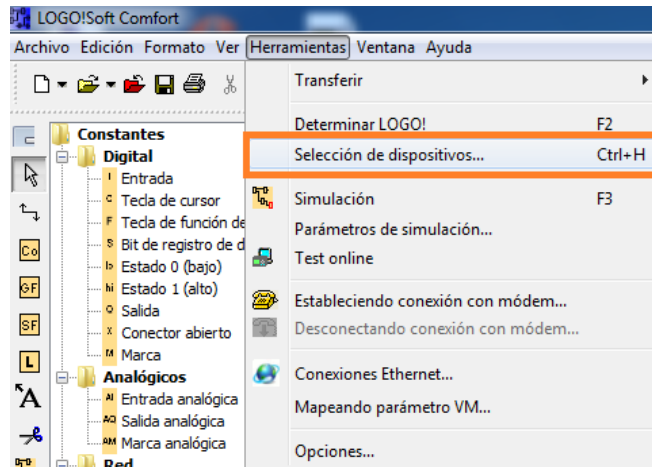

Figura 118: Selección de dispositivos.
3. Dirigirse a la opción “Herramientas” Figura 118, dar un clic y se despliega “Selección de dispositivos” como se muestra en el cuadro naranja, y dar un clic.